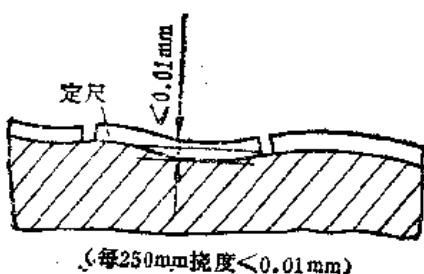

图22-3-3 定尺安装面挠度
6) 定尺安装面挠度(见图22-3-3), 每250mm不大于或等于0.01mm。